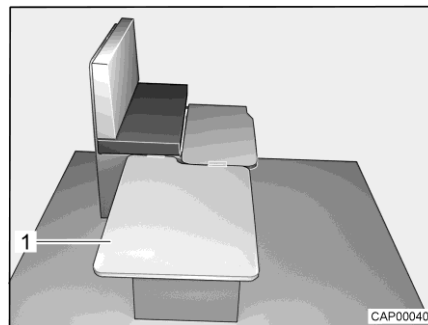

Bild 43 Während des Umbaus
- Einlegebrett (Bild 43,1) seitlich an der Sitzbank einhängen und auf den Tisch legen.